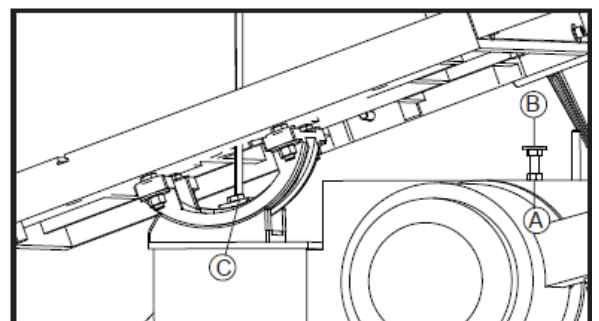

Fig.4.6
- En desserrant la vis (**C**) Fig. 4.6, la table de travail peut être inclinée à l'angle souhaité.